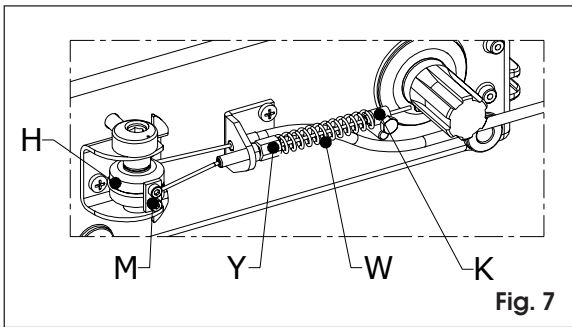

Fig. 7
- 11) Inserire il cavo **T** nel registro **Y**, calzare su di esso prima la molla **W**, poi il morsetto **K**. Tensionare il cavo **T** e stringere il morsetto **K**, come in Fig. 7.
- 12) Bloccare poi il cavo **T** sul disco **H** avvitando le viti **M**, orientato come in Fig. 7.
- 11) Insert cable **T** into the adjuster screw **Y** and fit onto it first spring **W** then clamp **K**. Tension cable **T** and tighten clamp **K** as shown in Fig. 7.
- 12) Fasten cable **T** onto disc **H** by tightening the screws **M**, oriented as shown in Fig. 7.
- 11) Engager le câble T dans la vis d'ajustement Y puis monter sur cette dernière d'abord le ressort W, puis l'étrier K. Tendre le câble T et serrer l'étrier K, comme indiqué en Fig.7.
- 12) Bloquer ensuite le câble T sur le disque H en serrant les vis M, orienté comme indiqué en Fig.7.
- 11) Insertar el cable T en el registro Y, y calzar en él primero el muelle W y después la grapa K. Tensar el cable T y apretar la grapa K (Fig. 7).
- 12) Bloquear el cable T en el disco H (orientado como en la Fig. 7) apretando los tornillos M.
- 11) Kabel T in das Register Y einziehen, hierauf zuerst die Feder W und dann die Klammer K streifen. Kabel T spannen und Klammer K gem. Abb. 7 festziehen.
- 12) Kabel T mit Ausrichtung gem. Abb. 7 dann auf Scheibe H sichern, hierzu die Schrauben M festdrehen.